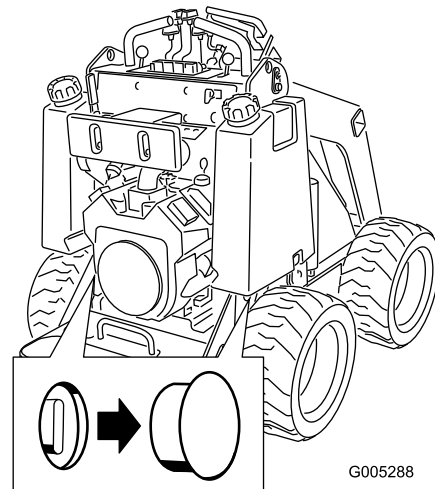

Figura 12
2. Retire el tapón que cubre cada válvula de remolcado (Figura 12).